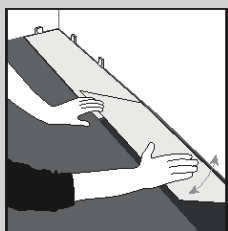

Fig. 2
2. Leg de eerste rij, waarbij de korte kanten aan elkaar worden geklikt (Fig. 2).